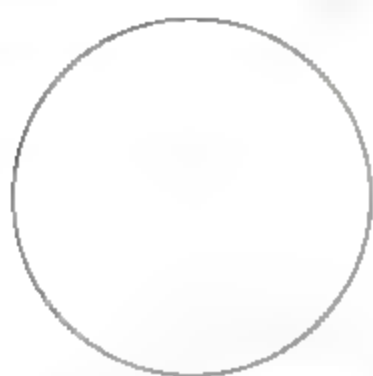

图8-118 绘制圆形
**01** 调用C【圆】命令，绘制半径为281的圆形，结果如图8-118所示。